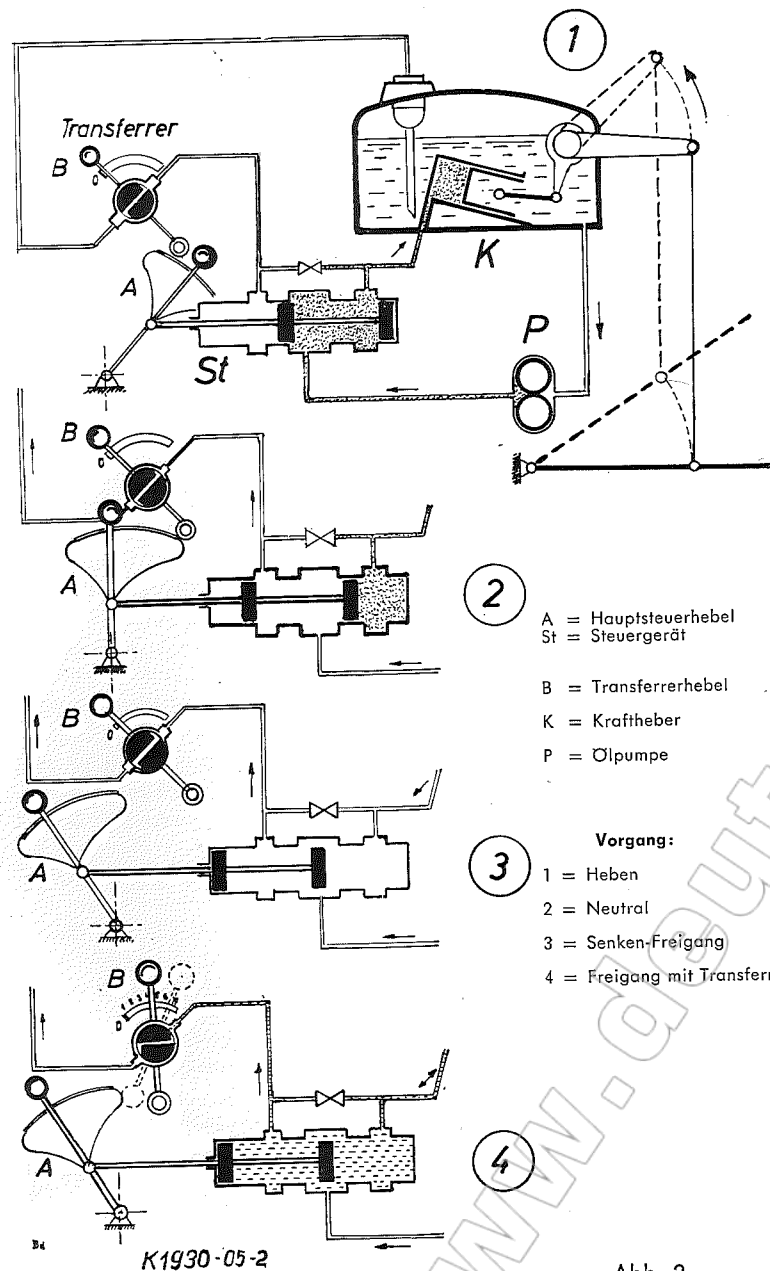

Abb. 2
Der in der „Freigang“-Stellung bei geöffneter Verbindung zum Hubzylinder vorhandene volle Rücklaufleitungsquerschnitt wird hierbei für den ungestörten Ölumlau zwischen Ölpumpe und Ölbehälter (im Kraftheberblock) mehr und mehr verringert, d. h. der Durchflußwiderstand wird vergrößert, so daß sich vor dem Hubkolben ein genau dosierbarer statischer Druck aufbaut, der über Heberarme und Dreipunkt-Gestänge eine Kraft in Richtung nach oben (also hebend) auf den Pflug ausübt. Vergl. hierzu das in Abb. 2 dargestellte Schema.
Man stellt zweckmäßigerweise zunächst in der „Freigang“-Stellung ③ (Abb. 2) die richtige Arbeitstiefe des Pfluges ein und wählt dann bei Vorwärtsfahrt die notwendige „Transferrer“-Stellung. Diese ist dann richtig gewählt, wenn der Pflug die in Freigang-Stellung eingestellte Arbeitstiefe beibehält, sich also nicht von der Sohle abhebt oder die Furchentiefe verringert.